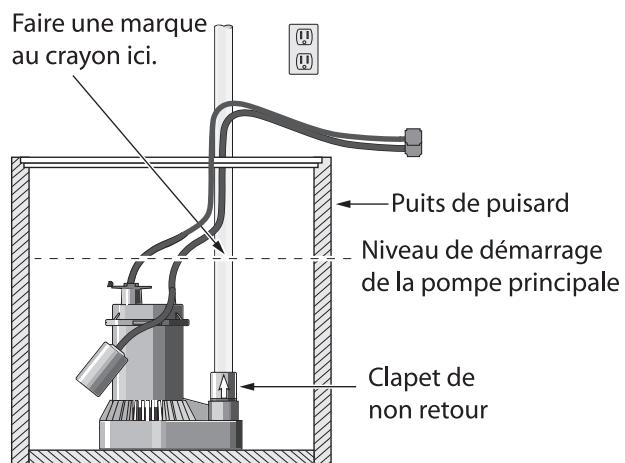

Figure 1 : faire une marque au niveau d'eau de « démarrage »
1. Déterminer le niveau d'eau élevé dans le puits de puisard (le niveau d'eau auquel la pompe de puisard en place (principale) se met en marche - se reporter à la figure 1). Couper l'alimentation vers la pompe et indiquer ce niveau sur le tuyau de décharge à l'aide d'un crayon ou d'un marqueur.
4. Si le puisard est trop petit et qu'il est impossible d'y installer les deux pompes, installer un support angulé sur le tuyau de décharge de la pompe de puisard principale à l'aide de colliers à tuyau en acier inoxydable. Installer la pompe de secours sur le support angulé. Se reporter à la figure 1, « décharge distincte ».